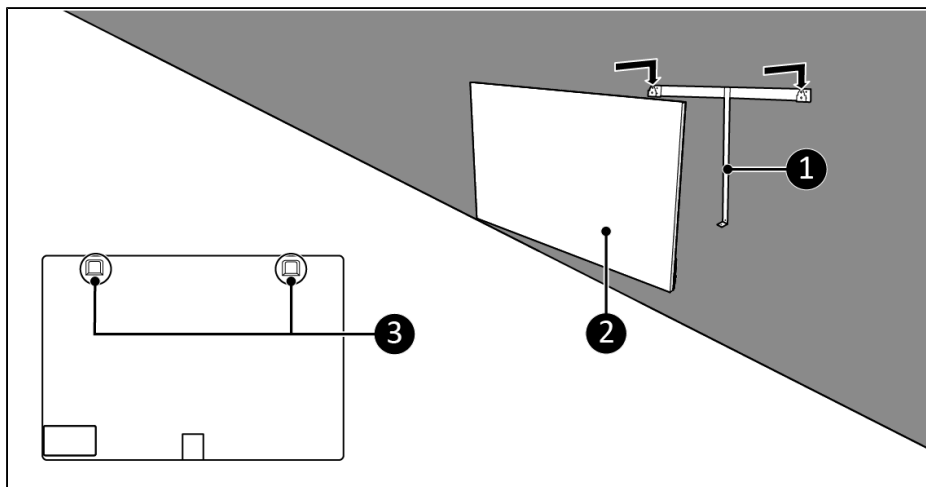

Figur 66.
2. Anbring enheden med en minimumsafstand (Figur 66) på: